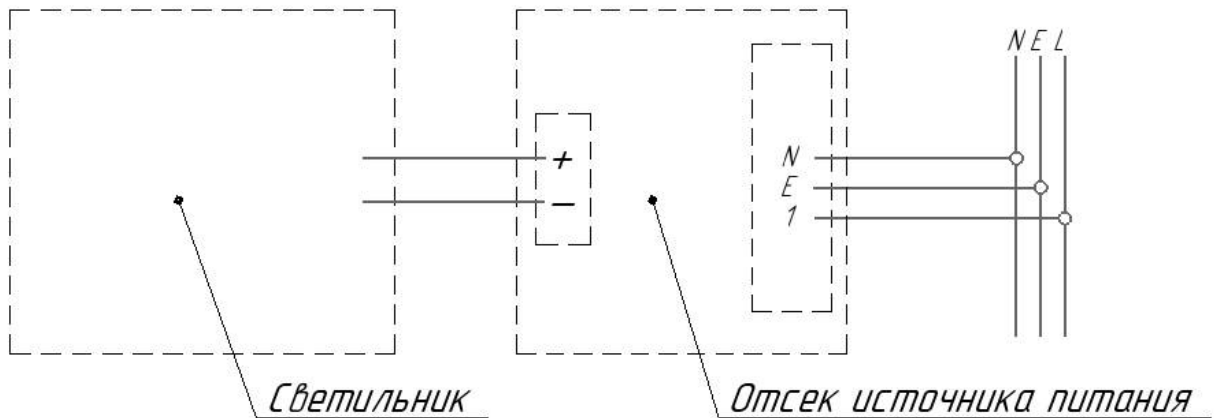

Рисунок 11- Схема подключения светильника
5.3.6. Пропустите сетевой провод и провод DALI (для светильников ДСО18 RD) через отверстия в скобе с драйвером в соответствии с рисунками 7, 8 и подключите провода к клеммной колодке в соответствии с указанной полярностью (см. рисунок 11, 12).